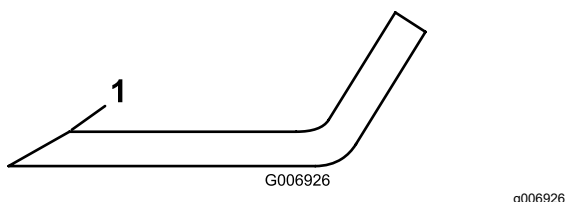

Figura 74
4. Inspeccione los filos de corte de todas las cuchillas. Afile los bordes de corte si están romos o tienen mellas; afile únicamente la parte superior del filo y mantenga el ángulo de corte original para asegurar un afilado correcto (Figura 74).